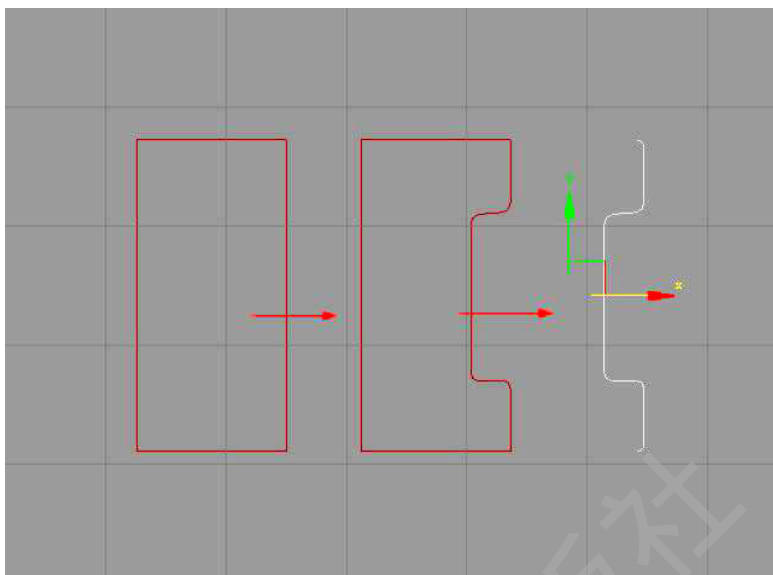

图 2-45 创建剖面
Step 1. 创建一个矩形, 转换为可编辑样条线, 通过圆角命令以及删除线段制作出如下效果, 如图 2-45 所示。